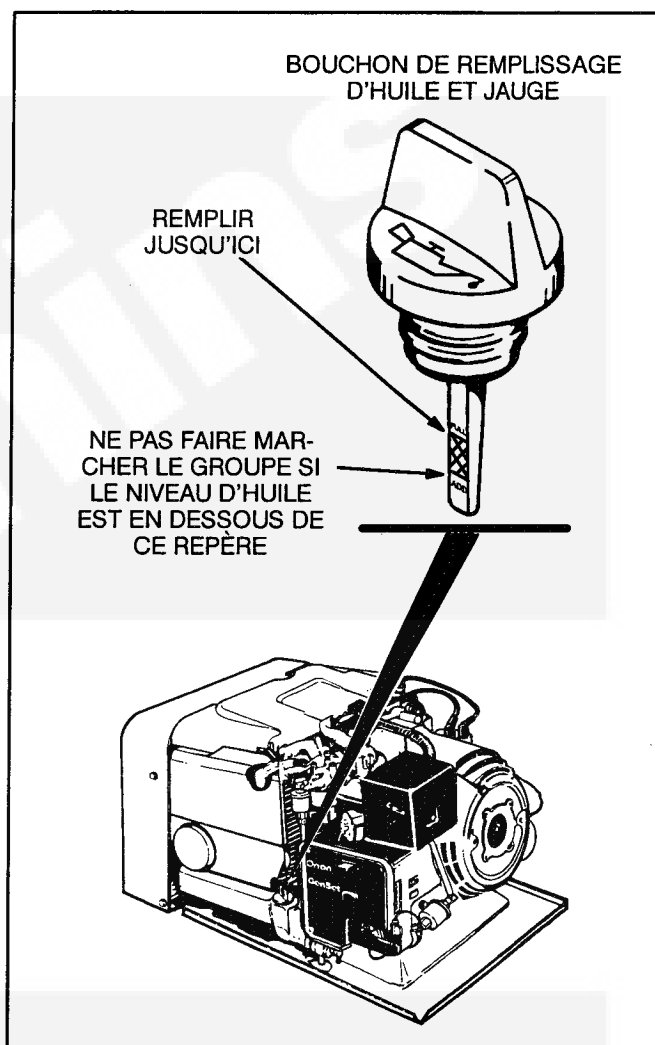

FIGURE 7. VÉRIFICATION DU NIVEAU D'HUILE
1. Retirer le bouchon de remplissage/jauge d'huile (Figure 7) et essuyer la jauge.
2. Enlever le bouchon de remplissage d'huile (Figure 7).